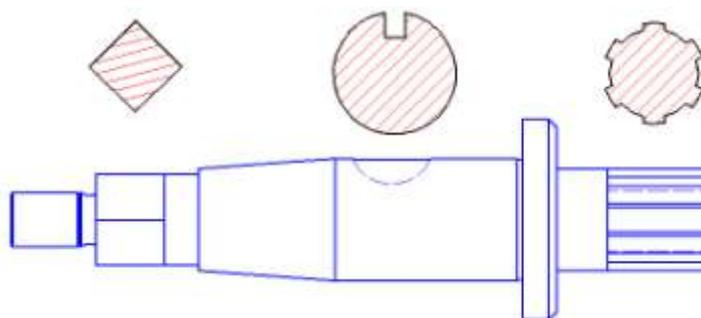

Рис. 127
8. После построения главного вида из того же диалогового окна **Создать вид...** настроить и выполнить нужные разрезы. Кнопкой **Настройка...** настроить на европейский стандарт расположения видов. **Тип**  $\Rightarrow$  **Полный**  $\Rightarrow$  **Обозначение**  $\Rightarrow$  отредактировать обозначение сечения. **Штриховка**  $\Rightarrow$  выбрать тип штриховки. Задать положение вида и выбрать опцию **Точка** (Т и на рисунке необходимую точку для разреза) (рис. 127).